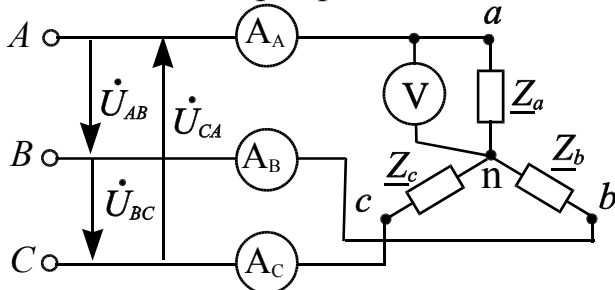

Рис.3.3.1
**3.3.1.** Трехфазный симметричный приемник с соединением фаз звездой подключен к трехфазной сети с симметричной системой напряжений (рис. 3.3.1).